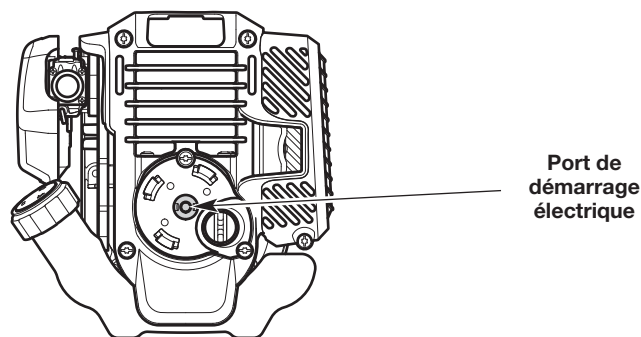

Fig. 14
3. Insérer l'accessoire de démarrage électrique dans le port à cet effet (Fig. 14).